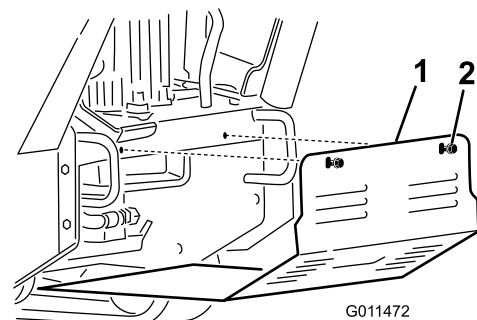

Figure 23
3. Desserrez l'un après l'autre les 2 boulons qui fixent le panneau de protection inférieur jusqu'à ce qu'il se détache (Figure 23).
5. Pour monter le panneau de protection avant d'utiliser la machine, glissez-le dans la machine, en appui sur les 4 pattes, et fixez-le en place avec les 2 boulons retirés précédemment (Figure 23).